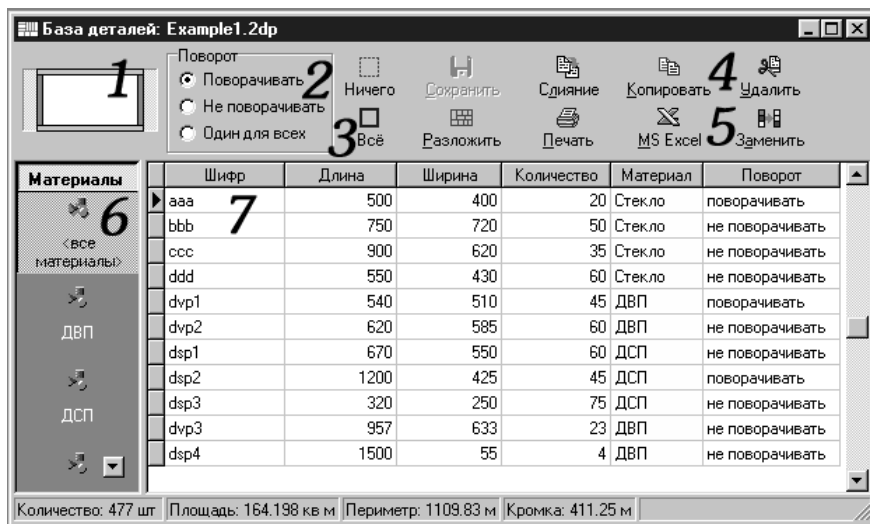
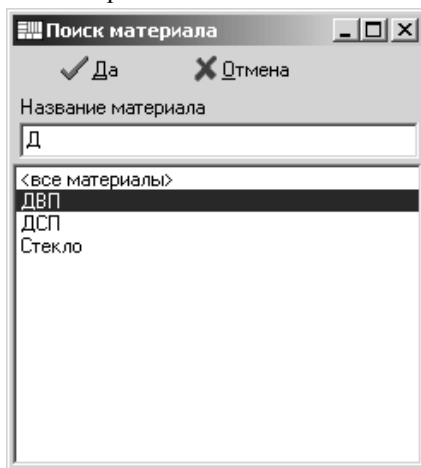

Рис. 6.1. Окно “База деталей”.
Рис. 6.4. Окно поиска материалов.
- **Материал**. Для каждой детали задается материал, из которого она будет изготовлена (настройка базы материалов рассматривалась в главе 4). Изменяется с помощью всплывающего меню ячеек столбца “Материал” таблицы (рис. 6.1 зона 7).
Окно базы деталей имеет следующий вид (рис. 6.1.):
В левой части окна базы деталей (рис. 6.1 зона 6) располагается панель “Материалы” со списком всех материалов. С ее помощью осуществляется фильтрация деталей по материалам. При нажатии левой кнопки мыши на поверхности заголовка этой панели появляется окно (рис. 6.4) быстрого поиска названия материала. С помощью этого окна осуществляется поиск и переключение на выбранный материал.